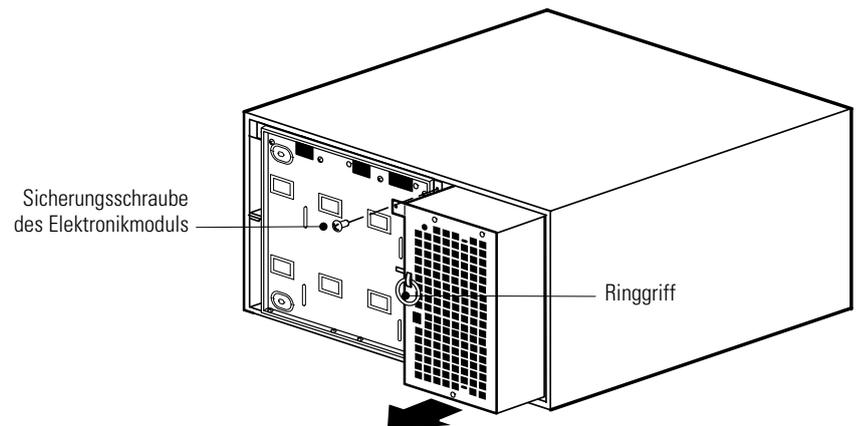

Abbildung 21. Entfernen des Elektronikmoduls
10. Das Elektronikmodul entfernen und beiseite stellen (siehe Abbildung 21):
17. Die Befestigungsschraube wieder am Elektronikmodul einsetzen (siehe Abbildung 21 auf Seite 23).